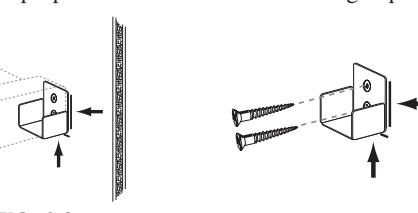

**FIG. 2.4**
6. Mida hacia la izquierda 25 1/4 pulg. desde las 3 posiciones que se marcó y marque el lugar. (Fig. 2.4)